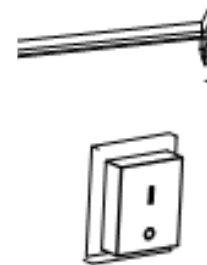

Fig. 2
- a. Tournez l'interrupteur d'alimentation en position « I » et contrôlez que le ventilateur démarre correctement. (Fig. 2)